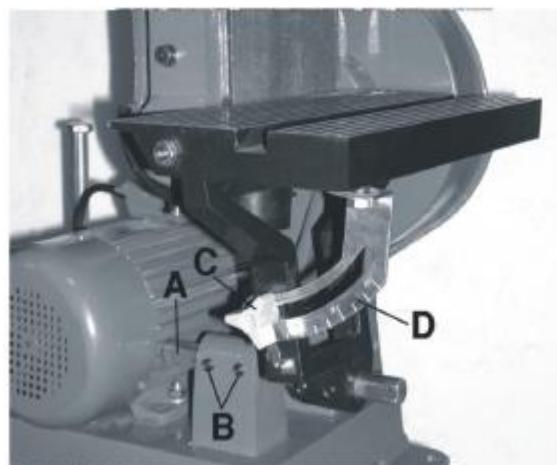

Рис. 14
1. Снять узел наклоняемого стола из положения установки у шлифовального диска и переставить его, как показано на рис. 14.
2. Установить наклоняемый стол на расстоянии максимум 1/16 дюйма от шлифовальной ленты и затем закрепить опорный вал (A), рис. 14, затянув два установочных винта (B).
Стола можно установить с углом наклона от 0° до 45° путём ослабления рукоятки (C) фиксации стола, рис. 14, наклона стола на требуемый угол, указываемый на шкале (D) стола, и затягивания рукоятки фиксации. Проверить правильность требуемого угла, перпендикулярность стола ленте выверить комбинированным угольником. Для перестановки указателя угла ослабить винт указателя и переставить его.